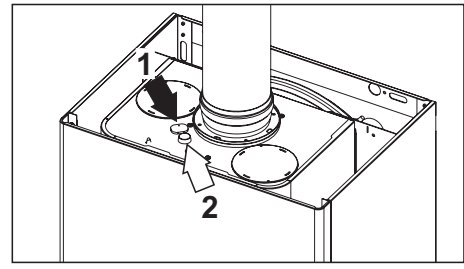

fig. 29 - Análisis de los humos DIVAtop MICRO F 24
En la parte superior de la caldera hay dos puntos de toma, uno de humos (ref. 1 - fig. 29) y otro de aire (ref. 2 - fig. 29). Para efectuar las tomas, proceder del siguiente modo: